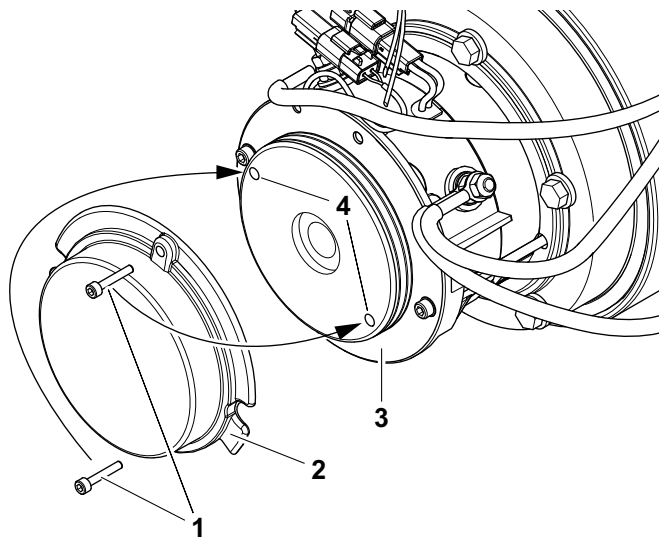

Рис. 3-21. Тормоз — ручное выключение.
(См. Рис. 3-21.)
2. Отверните два болта (1) крышки и снимите крышку (2) с задней стороны приводного двигателя.
3. Вставьте болты (1) крышки в два разъединительных отверстия в корпусе (4) тормоза, см. Рис. 3-21. Тормоз — ручное выключение.
4. Затяните болты крышки (3) в разъединительных отверстиях, и тормоз на этом приводном двигателе выключится.
7. Снова установите крышку (2). Перед установкой проверьте, не повреждена ли прокладка (3) крышки; замените по необходимости.